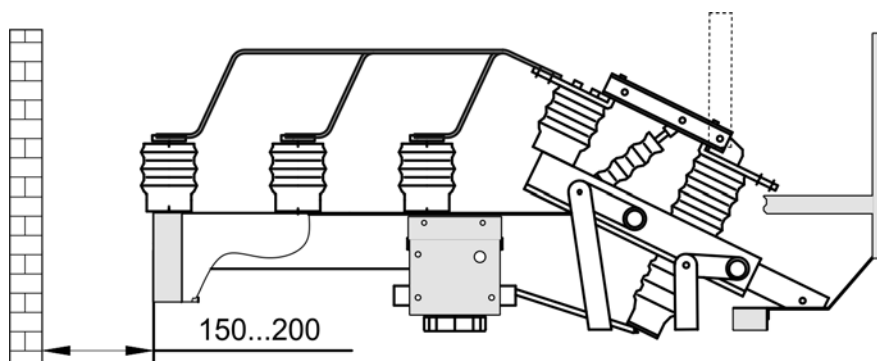

Рисунок 14.4. Горизонтальное расположение сборных шин
13.10. По заказу могут быть поставлен комплект сборных шин, устанавливаемых горизонтально, на крышу камер КСО (рисунок 14.4). При этом шина фазы А располагается на заднем краю и камеру КСО следует устанавливать на расстоянии 150-200 мм от стены.